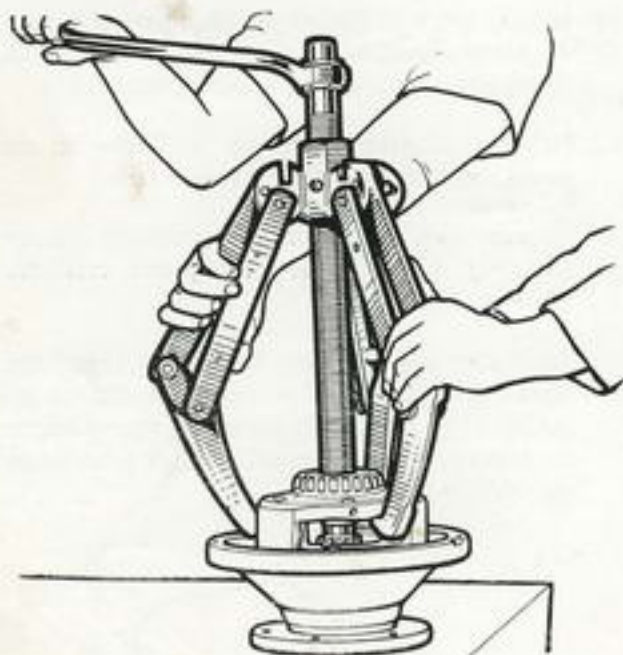

Fig. 4
- Extraire le porte satellites. - Utiliser pour cette opération un extracteur à 3 branches d'une puissance de 6 tonnes (Fig. 4) et si possible d'une presse hydraulique intercalée entre la vis d'extracteur et l'axe de fusée.